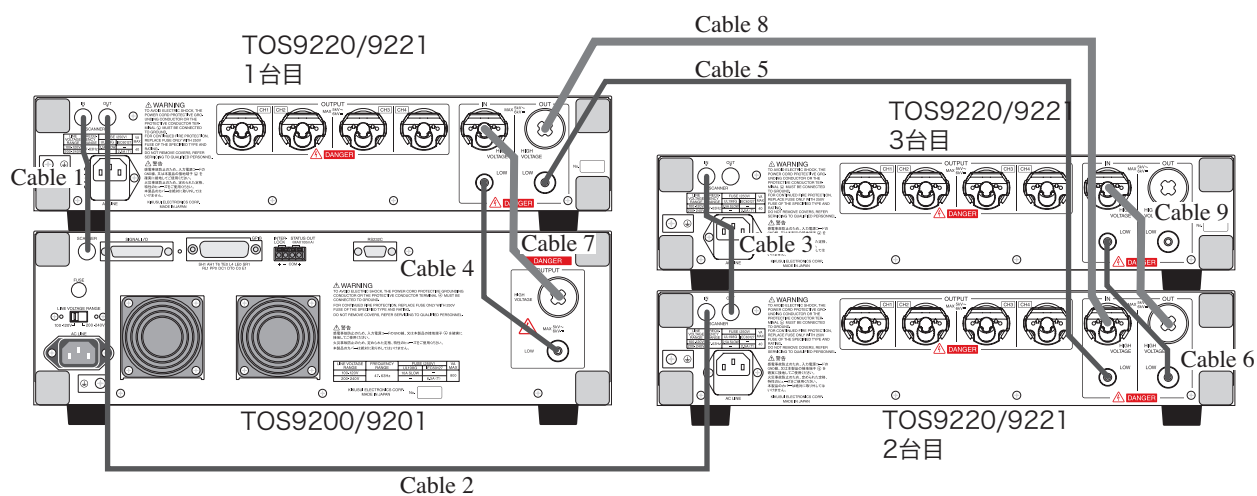

図 3-1 試験器本体とスキャナ 3 台の接続
TOS9200/9201 試験器は、試験器本体にインターフェースケーブルで直接接続された TOS9220/9221 スキャナを 1 台目から試験器本体に近い順に、チャンネル番号を割り当てます。図 3-1 参照を参照してください。
ここでは、TOS9200/9201 試験器に TOS9220/9221 スキャナを 3 台接続する場合の接続例を示します。図 3-1 および表 3-2 を参照してください。
- ・ TOS9220/9221 スキャナを 4 台接続する場合は、図 3-1 の 1 台目と 2 台目、および 2 台目と 3 台目の接続と同様に、3 台目と 4 台目を接続してください。
表 3-2 図 3-1 の接続で使用するケーブル